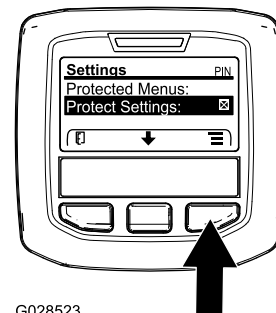

Figura 30
1. Acceda al menú protegido y desbloquee el submenú de configuración protegido (Figura 30); consulte Acceso a los menús protegidos \(página 19\).